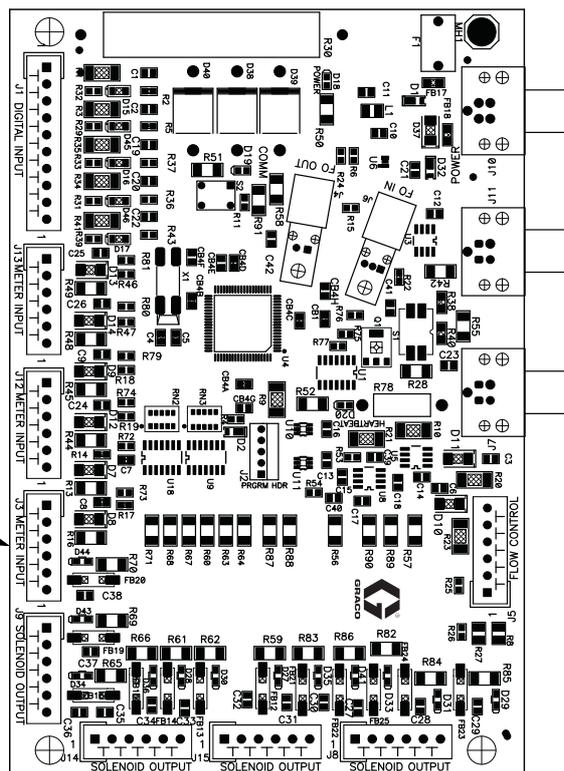

ABB. 7. Signalkabelanschlüsse (ProMix 2KS/3KS und ProControl 1KS)
Den Sensor des Volumenzählers durch Anschließen des Erdungsleiters des Signalkabels erden wie in ABB. 6 und ABB. 7 auf Seite 10 und 11 dargestellt.
Materialkonsole; siehe ABB. 7
2. Siehe ABB. 7 für ProMix 2KS/3KS und ProControl 1KS und ABB. 8 auf Seite 12 für ProMix 2KE.
- a. *ProMix 2KS/3KS und ProControl 1KS*: Den grünen Erdungsleiter des Signalkabels mit der Erdungsklemme (GT) verbinden. Die weiße und schwarze Leitung mit J3 auf der Steuerkarte der Materialkonsole (CB) verbinden. Pins 2-3 für Volumenzähler A und Pins 5-6 für Volumenzähler B verwenden. Siehe TABELLE 1 auf Seite 13 für Signalkabelanschlüsse zusätzlicher Volumenzähler.